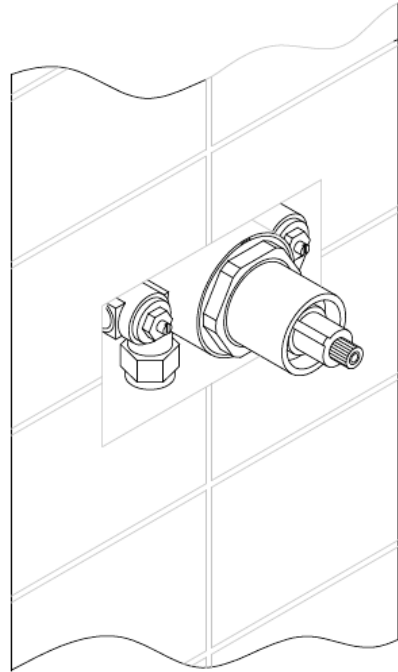

Fig 2
10. Vuelva a colocar las mangas cromadas en el cuerpo de la ducha. Coloque los azulejos alrededor de la válvula como se muestra en la fig. 2.